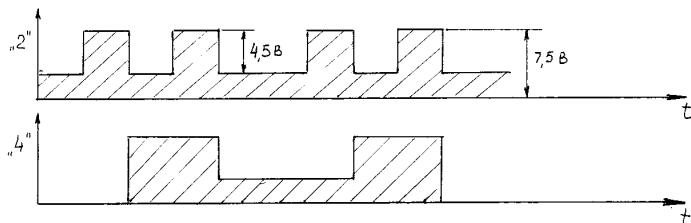

Рис.3
- Да вот, наблюдай и усеки на будущее. Понял, в чем хитрость? - улыбнулся Сан-Саныч. - А все потому, дорогой Вася, что привык ты работать на закрытом входе осциллографа. Если бы ты сразу переключился на открытый вход, то наблюдал бы картинку, которая изображена на **рис.3**.